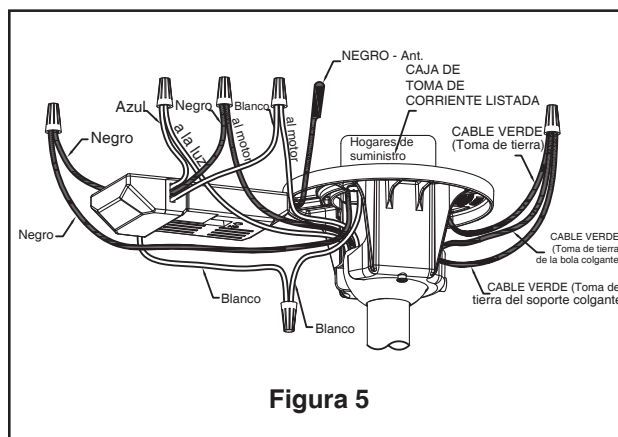

Figura 5
5. Pase los cables a través de la cubierta de unión del motor, la cubierta para el tornillo y el capuchón. (Figura 5)
4. Conecte los cables verdes desde el soporte colgante y la bola colgante en el cable desnudo (toma de tierra) utilizando el conector de cables suministrado. Conecte el cable negro desde la unidad del receptor marcado "AC IN L" al cable negro de suministro de electricidad utilizando el conector de cables suministrado. Conecte el cable blanco desde la unidad del receptor marcado "AC IN N" al cable blanco de suministro de electricidad utilizando el conector de cables suministrado. Conecte el cable blanco desde la unidad del receptor marcado "TO MOTOR N" al cable blanco del ventilador utilizando el conector de cables suministrado con el receptor. Conecte el cable blanco desde la unidad del receptor marcado "TO MOTOR L" al cable blanco del ventilador utilizando el conector de cables suministrado con el receptor. Por último, conecte el cable azul del receptor al cable azul de la luz del ventilador utilizando el conector de cables suministrado. Coloque todos los cables conectados y la antena del receptor para permitir la instalación de la cubierta del techo. (Figura 5)
5. Extraiga uno de los tres tornillos de la unidad de la placa. Afloje levemente los otros dos tornillos. Instale la placa de conexión en la unidad de la placa de luz utilizando las dos ranuras principales. Vuelva a colocar el tercer tornillo y asegure los tres tornillos. (Figura 5)
5. Si se desea que el flujo del aire vaya en la dirección opuesta, apague el ventilador y espere a que se detengan las palas. Deslice el interruptor del reverso ubicado en la parte superior del motor hacia la posición opuesta y encienda de nuevo el ventilador. (Figura 5)